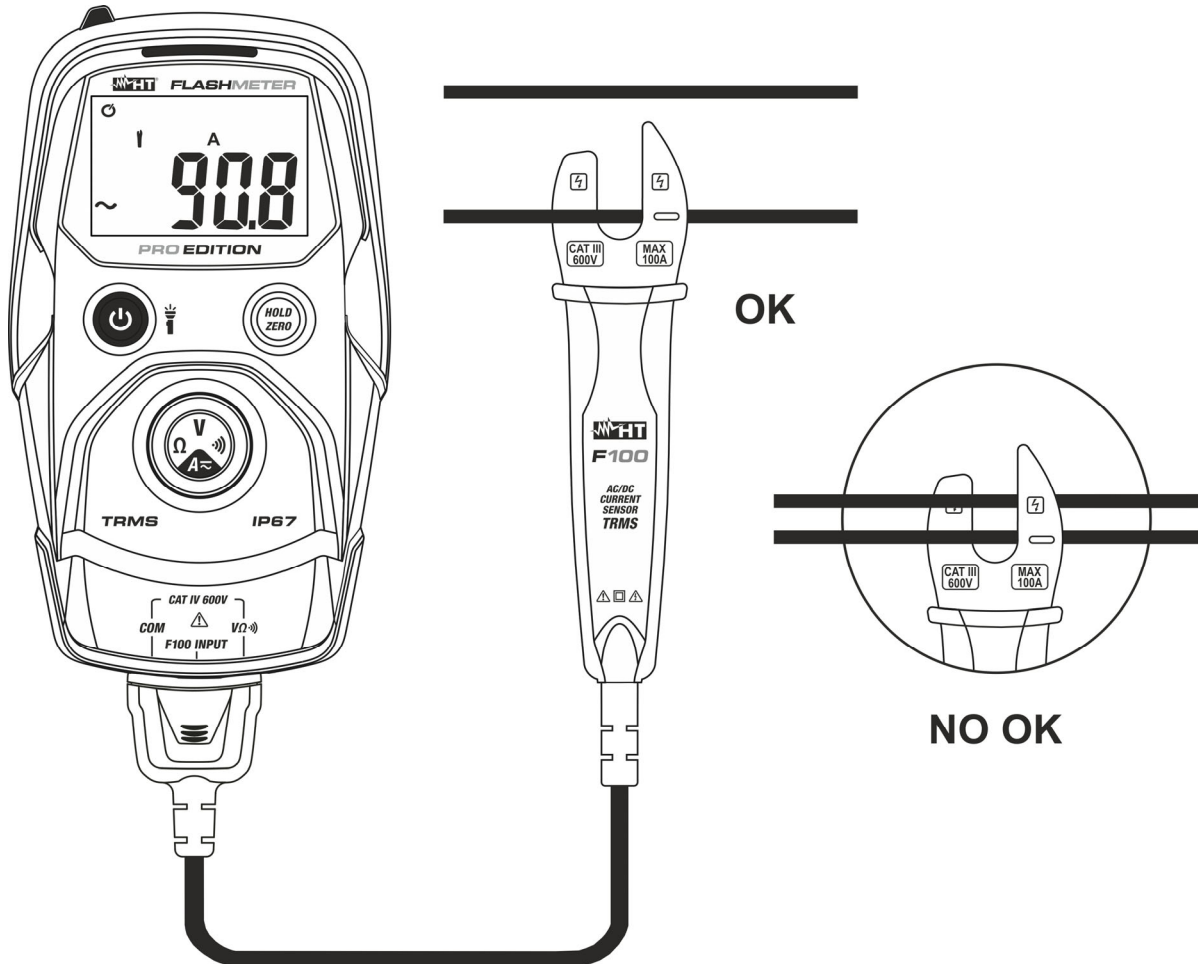

Fig. 7: Uso del instrumento para la medida de Corriente CA/CC
4. Conectar la pinza F100 al conductor en prueba (ver Fig. 7) prestando atención al símbolo de flecha " \rightarrow " dentro del toroide para indicar el sentido positivo de la corriente y posicionarlo en el centro del mismo para obtener una medida precisa. El valor de la corriente se muestra en la pantalla
5. La visualización del símbolo "-" sobre el visualizador del instrumento indica que la tensión tiene sentido opuesto respecto a la conexión de la Fig. 7